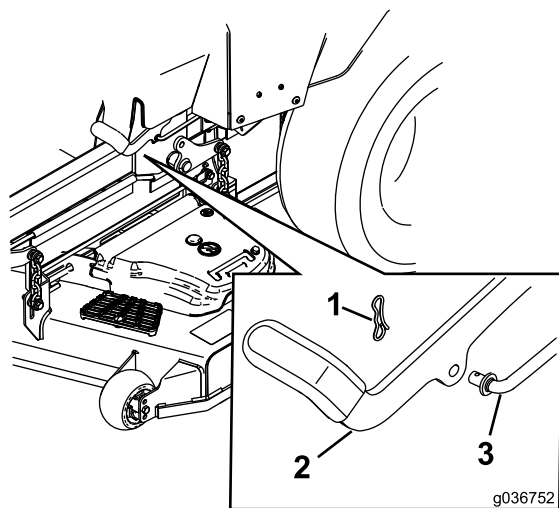

図 61
6. 調整が必要な場合は、まず駐車ブレーキを解除する。ブレーキリンクのシャフトからコッターピンを抜き取る 図 61。